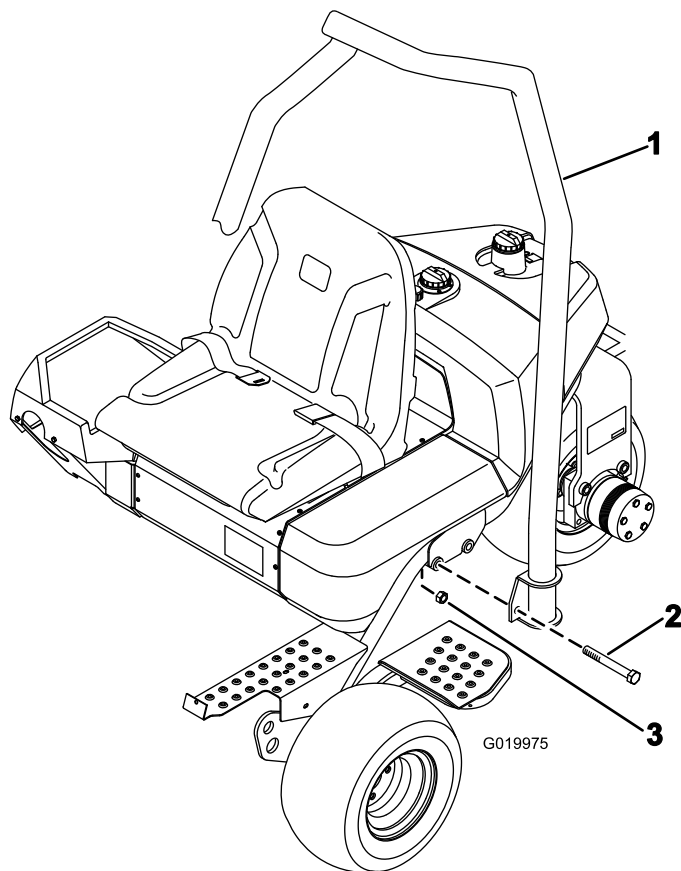

Figura 7
1. Disponete il ROPS in modo che l'estremità del tubo sia curvato verso la parte anteriore della macchina (Figura 7).
2. Abbassate il ROPS sul telaio, allineandolo con i fori di montaggio (Figura 7).
3. Fissate ogni lato del ROPS al telaio con 2 bulloni (5/8 x 4-1/2 pollici) e dadi di bloccaggio come mostrato in Figura 7. Serrate a 183-223 Nm.